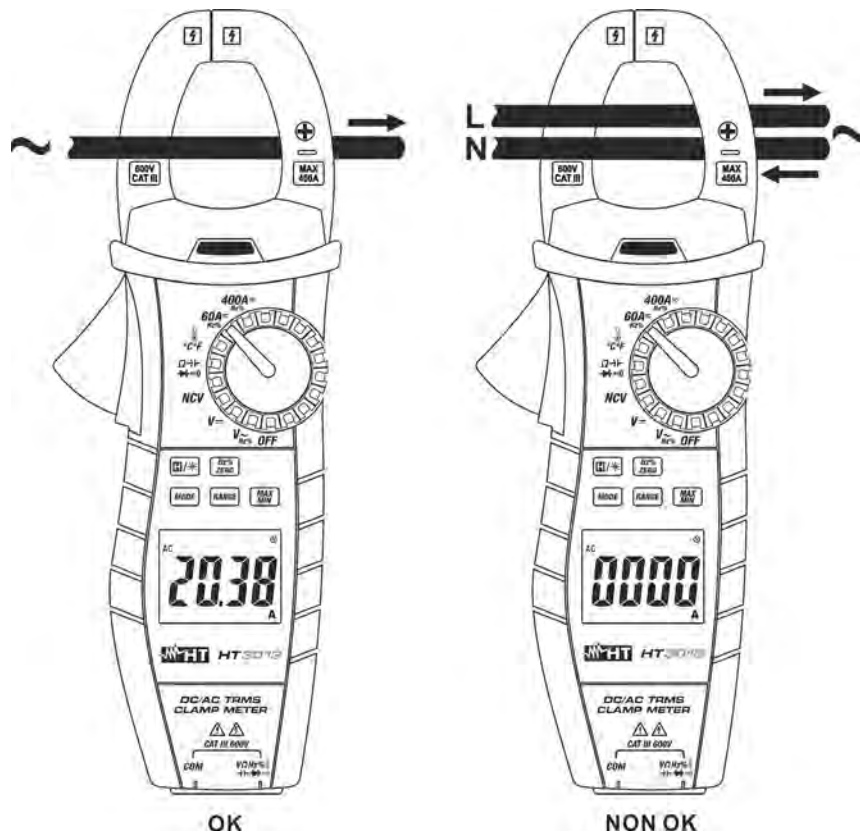

Fig. 11 : Utilisation de l'instrument pour mesure de Courant CA et CC
6. **En mode CC** vue actuelle de la symbole "-" indique que l'instrument est inséré dans un sens contraire à la direction du courant (voir Fig. 11). Suivre l'indication de la flèche directionnelle des polarités sur l'instrument (voir Fig. 1 - partie 13)